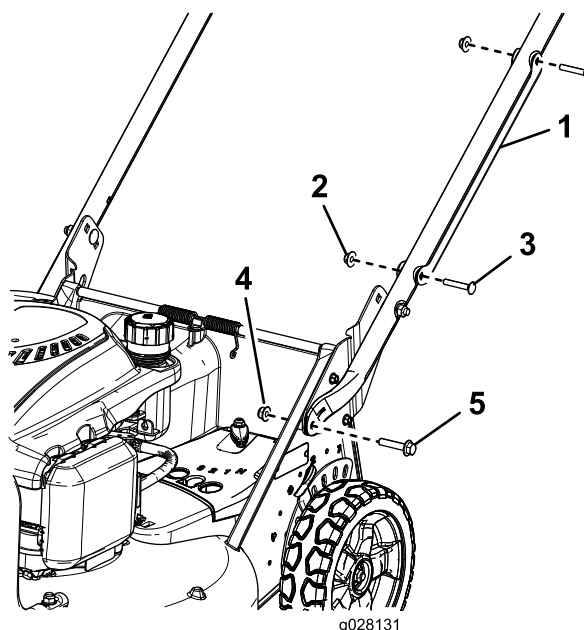

Figure 3
1. Déposez le protège-câble du guidon (Figure 3) en retirant les 2 boulons de carrosserie et les 2 contre-écrous qui le fixent au guidon.
2. Fixez les extrémités du guidon au carter de la tondeuse au moyen de 2 boulons à tête-embase hexagonale (5/16 x 1-1/2 po) et de 2 écrous à embase (5/16 po), comme montré à la Figure 3.
7. Positionnez le protège-câble sur le guidon **en plaçant le(s) câble(s) à l'intérieur du protège-câble**, et fixez le protège-câble sur le guidon à l'aide des 2 boulons de carrosserie et des 2 contre-écrous retirés précédemment (Figure 3).